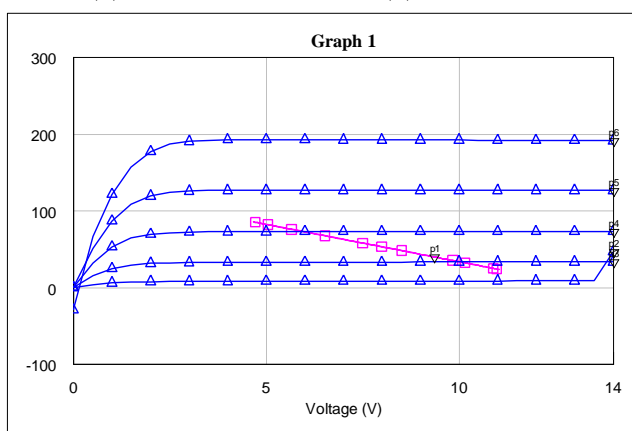

Рис. 2
2.3.2 Рассчитать и вывести на график динамическую нагрузочную характеристику схемы с одночастотным воздействием. Рис. 2